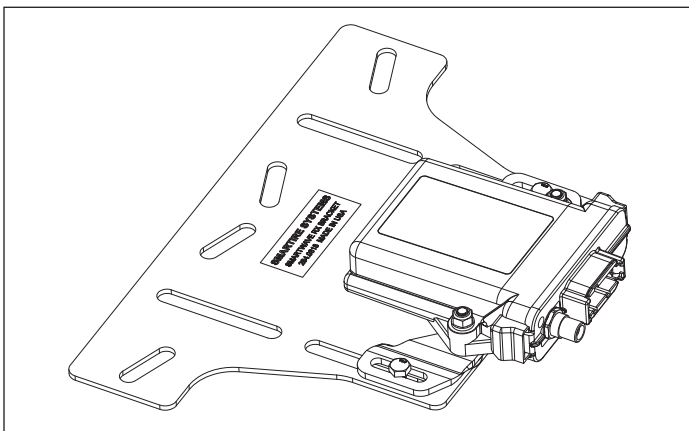

Figure 8 - Montage du nouveau BCE sur le support
2. Montez le nouveau BCE sur les goujons du support et fixez le BCE avec les rondelles et les écrous fournis. Faites glisser le support sur la plaque d'origine pour optimiser l'emplacement du BCE. Assurez-vous que le BCE n'est pas en contact avec d'autres composants du véhicule. Serrez ensuite les boulons entre la plaque de l'adaptateur et le support d'origine. Voir Figure 8.